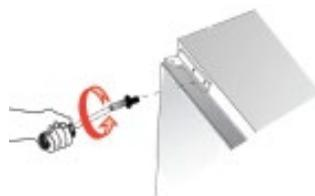

fig. 5
11. Fixer la charnière supérieure afin que l'axe de la charnière soit alignée avec le trou correspondant de l'équerre de la porte supérieure.* (fig. 5).